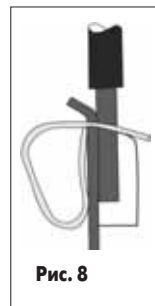

Рис. 8
2. Пружинный зажим (рис. 8). Усилие, необходимое для фиксации провода, обеспечивается пружинным элементом. При его помощи производится быстрое подключение провода с выравниванием положения жил. Пружина изготавливается из сплава хрома, никеля и нержавеющей стали — материала с очень низкой временной и температурной усталостью. Это позволяет получить высокое усилие зажима, которое изменяется пропорционально в зависимости от сечения подключаемого провода. Обслуживание не требуется.